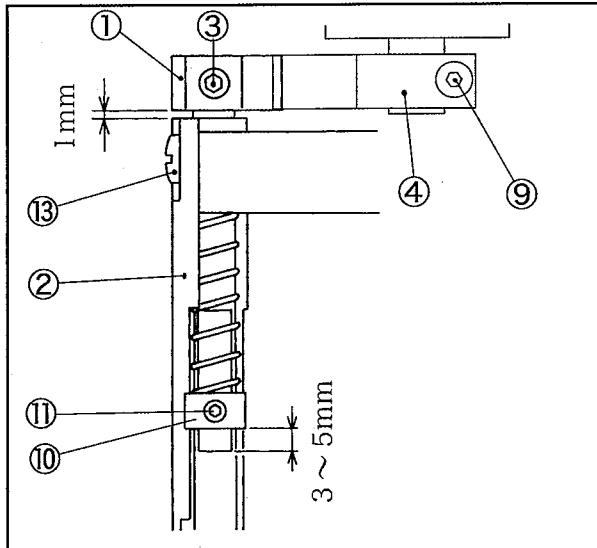

図8
- (1) 上メス⑦と下メス⑧のかみ合い圧力は上メス軸部の平当り面の端から上メスカラー⑩までの寸法を3~5mmになるように、止メネジ⑪を締める。(図8)
- (2) 従ギヤ①と上メス台②のすきまが1 mmとなるように止ネジ③を上メス軸の平当たり部で締める。(図8)
- 1) 止ネジ⑫2個と図8の止ネジ⑬を取り外す。
- 2) メス装置⑭を取り外す。
- 3) 下メス⑧の止ネジ⑮2個と⑯1個の計3個を取り外す。
- 4) 下メス⑧を交換する。